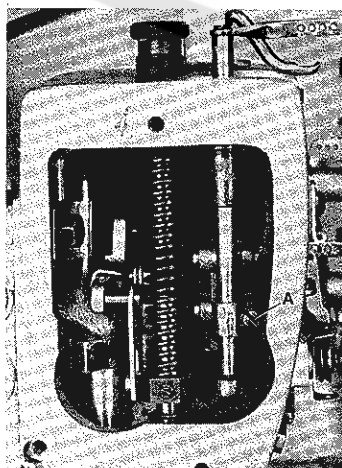
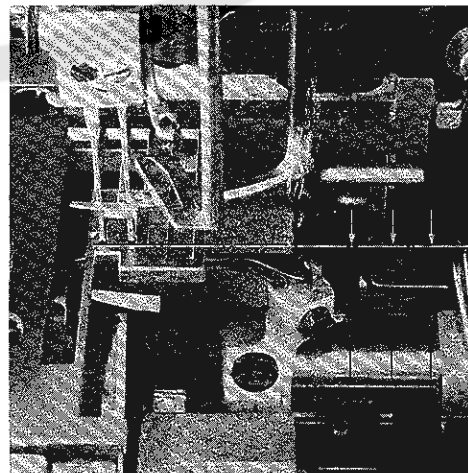
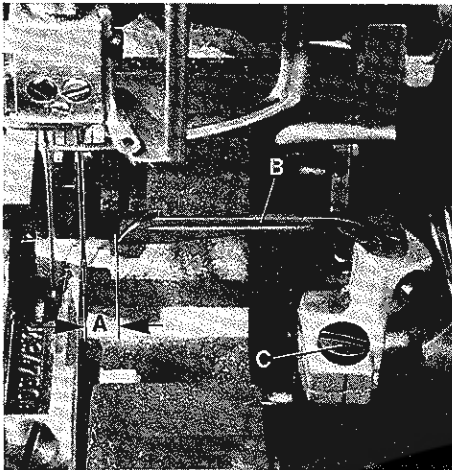
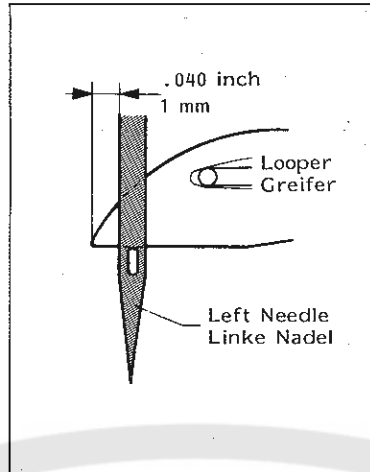

Fig.16
Fig.17
Fig.18
Fig.19
3. Loosen screw (A, Fig. 16) and turn needle bar as required, so the needles center in the needle holes of throat plate and are parallel to the looper shaft (see Fig. 17). This can be checked by holding a ruler against the needles.
4. Retighten screw (A, Fig. 16).
Turn the pulley until the looper (B, Fig. 18) is at its farthest position to the right. In this position the distance (A, Fig. 16) from the center of the right needle to the point of looper should be 4,8 mm (3/16 in.) on the two-needle 8, 10 and 12 gauge styles and 4,0 mm (5/32 in.) on the three-needle 16 gauge styles. Looper gauges No. 21225-3/16 and No. 21225-5/32 can be used advantageously in making this setting.
The height of needle bar is correct, when the looper point at its travel from right to left is 1 mm (.040 in.) left of the left needle (see Fig. 19) and the top of the needle eye is flush with the underside of the looper. For adjustment loosen screw (A, Fig. 16) and move needle bar up or down as required. Retighten screw (A).
* The needle bar can also be aligned and set to height without removing the Metering Device. For this, remove plug (Q, Fig. 57) in the head cover plate to have access to screw (A, Fig. 16) in the needle bar connection. Remount the plug.
3. Lösen Sie die Schraube (A, Fig. 16) und drehen Sie die Nadelstange so, daß die Nadeln mittig in die Stichlöcher der Stichplatte einstechen und parallel zur Greiferwelle stehen (siehe Fig. 17). Dies kann durch Anlegen eines Lineals an die Nadeln geprüft werden.
4. Ziehen Sie die Schraube (A, Fig. 16) wieder an.
Drehen Sie am Handrad bis der Greifer (B, Fig. 18) in seiner rechten Einstellung ist. In dieser Stellung muß der Abstand (A, Fig. 18) zwischen Mitte rechter Nadel und Greiferspitze 4,8 mm (3/16 in.) bei den Zweinadel 8, 10 und 12 gauge Maschinen und 4,0 mm (5/32 in.) bei den Dreinadel 16 gauge Maschinen sein. Die Greifereinstelllehren Nr. 21225-3/16 und Nr. 21225-5/32 erleichtern diese Einstellung.
Die Nadelstangenhöhe ist richtig eingestellt, wenn die Greiferspitze bei ihrem Weg von rechts nach links 1 mm links der linken Nadel steht (siehe Fig. 19) und Oberkante Nadelöhr und Unterkante Greifer in gleicher Höhe stehen. Lösen Sie für diese Einstellung die Schraube (A, Fig. 16) und schieben Sie die Nadelstange nach Bedarf nach oben oder unten. Ziehen Sie die Schraube (A) wieder an. Beachten Sie, daß bei dieser Einstellung die Nadelstange nicht verdreht wird.
* Die Nadelstange kann auch ohne Abbau der Zumeßeinrichtung (Metering Device) ausgerichtet und auf die Höhe eingestellt werden. Entfernen Sie dazu den Verschußstopfen (Q, Fig. 57) in der Kopfdeckelplatte, damit die Schraube (A, Fig. 16) im Nadelstangen-Mitnehmer zugänglich wird. Montieren Sie den Verschußstopfen wieder.
For adjustment loosen clamp screw (C, Fig. 18) and rotate the looper holder as required. Retighten the clamp screw. Always check the looper gauge setting after setting the looper to back of the needle, and conversely, always check the setting of the looper to the back of the needle after setting the looper gauge.
Zur Einstellung lösen Sie die Pratzschraube (C, Fig. 18) und verdrehen den Greiferhalter entsprechend. Ziehen Sie die Schraube wieder an. Überprüfen Sie immer den Greiferabstand nachdem Sie den Greifer zur Nadelrückseite eingestellt haben und umgekehrt, prüfen Sie immer die Stellung des Greifers zur Nadelrückseite, wenn Sie den Greiferabstand eingestellt haben.